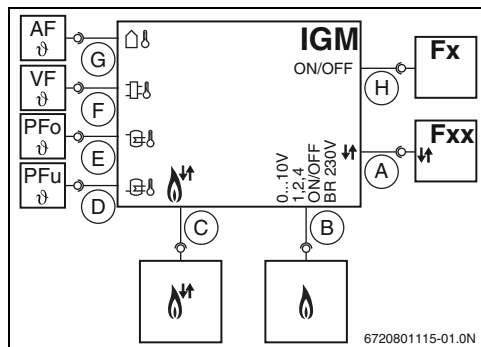

Fig. 2 Schema delle funzioni di base
Un termoregolatore ambiente FR/FW... e altri termoregolatori devono essere sempre collegati al morsetto [A] (→ fig. 2, pag. 29) e non direttamente al generatore tramite il sistema bus a 2 cavi.
- **FW...**: centralina climatica del riscaldamento in funzione della temperatura esterna con visualizzazione testo in chiaro per la termoregolazione di un impianto di riscaldamento ad acqua miscelata o non miscelata. La centralina climatica FW... deve essere collegato ai morsetti (A o C) dell'IGM (→ fig. 2, pag. 29).
- **VF/SF4**: sonda di temperatura per il circuito di mandata da collegare sui morsetti [F] o per impianti con accumulo inerziale centralizzato da collegare morsetto [E] e sonda PFu opzionale da collegare al morsetto [D] (→ fig. 2, pag. 29).
Per la serie di funzioni della Configurazione I è possibile inoltre inserire in cascata un apparecchio di riscaldamento provvisto di sistema bus a 2 cavi. La sequenza in cascata (quale apparecchio di riscaldamento deve attivarsi prima) viene determinata sul display del modulo IGM. A seconda dell'impostazione, l'apparecchio di riscaldamento provvisto del sistema bus a 2 cavi viene collegato come modulare (→ fig. 2, pag. 29, morsetti A). A seconda del termoregolatore collegato, vi sono 2 possibili varianti di sistema (→ paragrafo 2.6, pag. 32).
Centralina climatica (in funzione della temperatura esterna) con sistema bus a 2 cavi. Un vantaggio di questa variante di sistema è la possibilità di comunicazione tra i moduli per il comando dei circuiti di riscaldamento (IPM) ed il modulo IGM tramite il cavo BUS comune parallelo per il morsetto A che è presente nel modulo IGM (→ fig. 2, pag. 29). In questo modo è garantito un adattamento ottimale della quantità di calore prodotto al fabbisogno termico effettivo di tutti i circuiti di riscaldamento dell'impianto di riscaldamento. Tramite il modulo ISM, con funzione brevettata «SolarInside-ControlUnit» è possibile integrare in modo ottimale un impianto solare termico nel sistema impiantistico e nel sistema della termoregolazione. Con questa variante di sistema, l'impianto di riscaldamento raggiunge un comfort ottimale con il massimo del risparmio energetico.